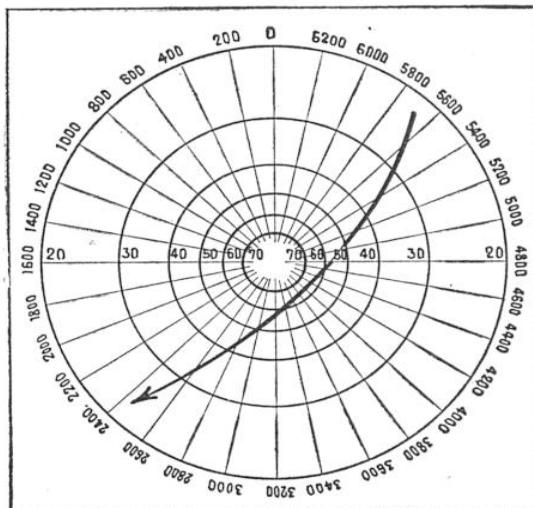

FIG. 19. — RÉDUCTION D'UN GRAPHIQUE DES COTANGENTES SUR LEQUEL A ÉTÉ TRACÉE, D'APRÈS LES DONNÉES DE L'ÉCOUTE, UNE ROUTE D'AVION
Pratiquement, on utilise pour les tracés de route des canevas appelés « graphiques » de cotangentes (1) dont la figure 19 représente la réduction d'un spécimen et constitués essentiellement par des cercles concentriques correspondant à des sites variant de 10 en 10 degrés et une série de rayons correspondant à des azimuts variant entre 0 et 6 400 millièmes de 200 en 200 millièmes par exemple. Dès lors, il est extrêmement simple, si l'appareil d'écoute, préalablement orienté, est muni d'un dispositif donnant par simple lecture l'azimut et le site sous lesquels il suit un avion, de reporter presque instantanément ces données sur le graphique. A chaque groupe de mesures lues, par exemple 63° , 4 300 millièmes, correspond sur le graphique un pointé aussitôt effectué grâce aux nombreuses mailles du canevas qui permettent, avec un minimum d'entraînement, de situer avec facilité et précision le point figuratif. Ainsi, à une route suivie par un avion et repérée par les lectures de site et d'azimut, correspond, sur le graphique des cotangentes, une route obtenue en reliant les pointés successifs.